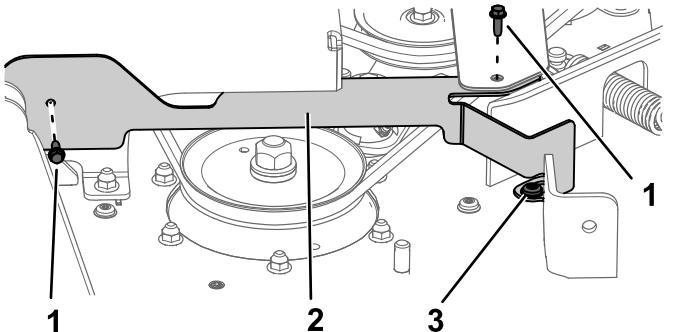

Рисунок 32
2. На правой стороне машины отверните болты с бутиками ( $\frac{1}{4} \times \frac{3}{4}$  дюйма) и ослабьте ступенчатый болт (Рисунок 32). Снимите ограждение.